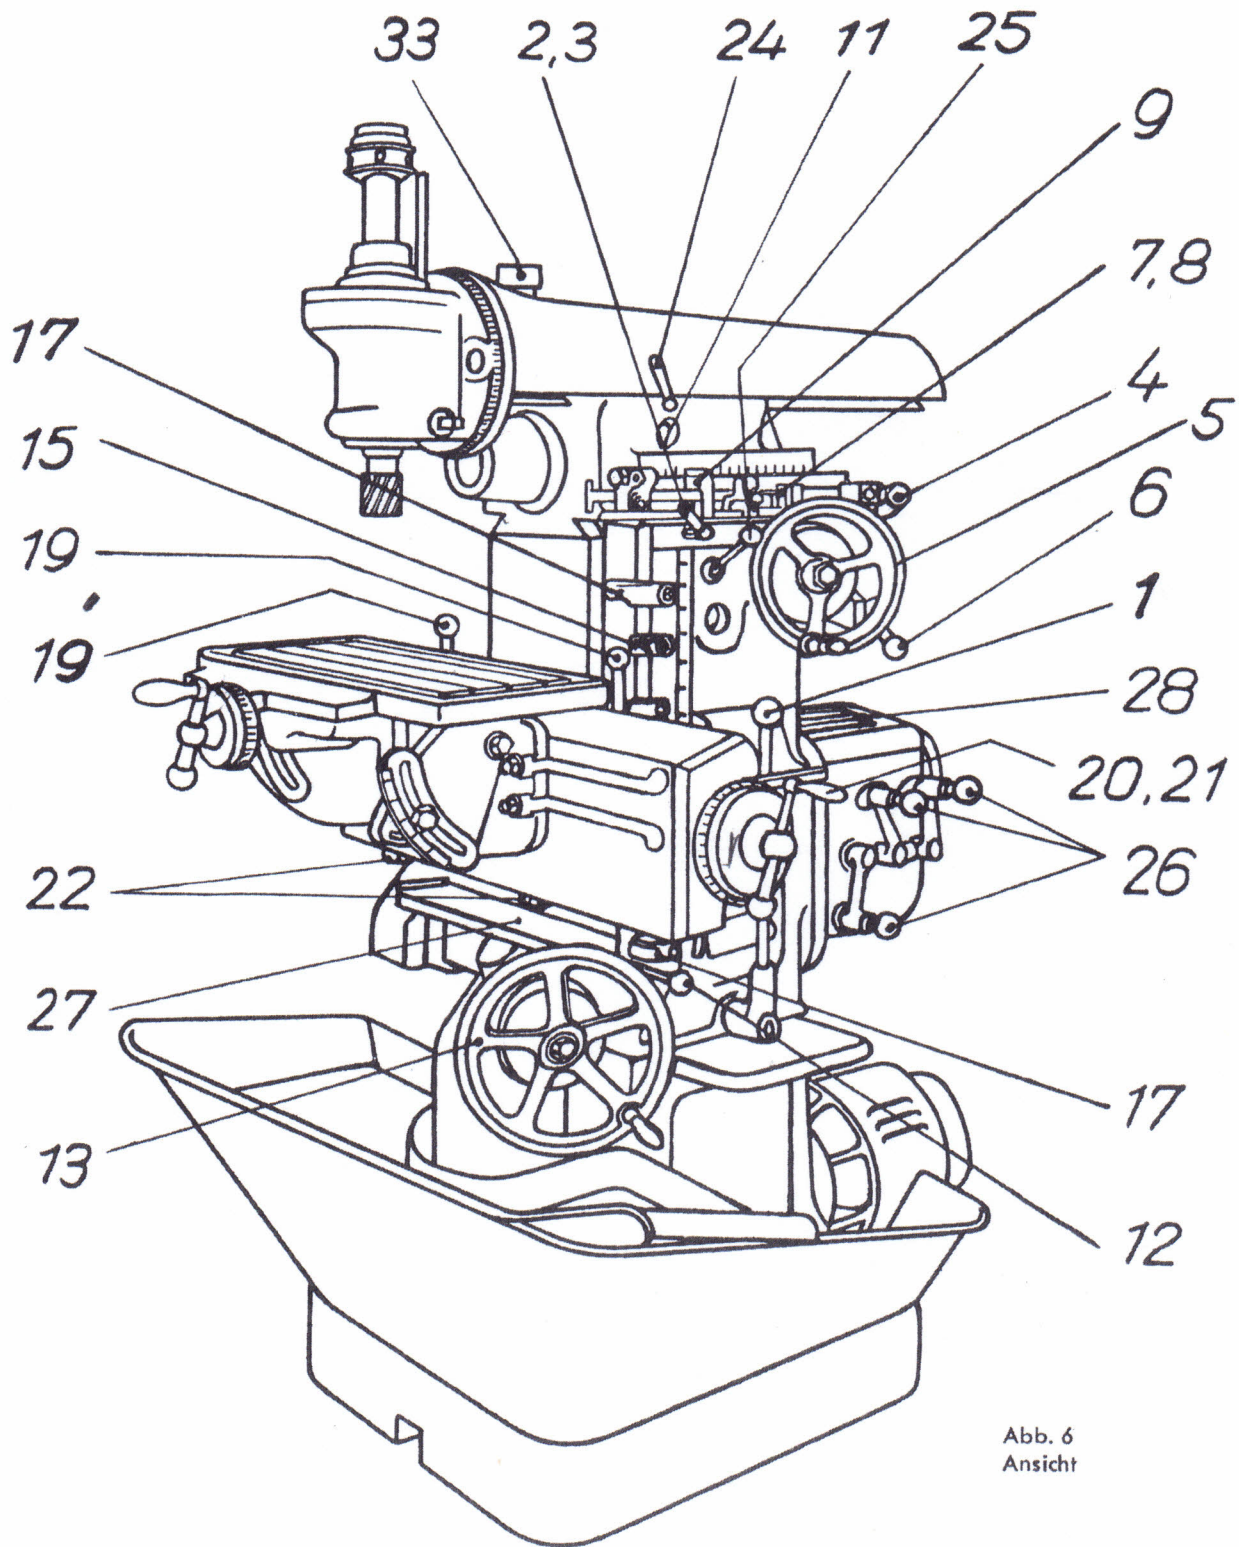

Abb. 6
V. Probelauf (hierzu Abb. 6, 7 und 15)
a) Hauptgetriebe (hierzu Abb. 6, 7 und 13)
b) Spindelstock (hierzu Abb. 6)
c) Gegenhalterschlitzen (hierzu Abb. 6 und 7)
f) Höhengschlitten (hierzu Abb. 6)
g) Längsschlitten (hierzu Abb. 6 und 7)